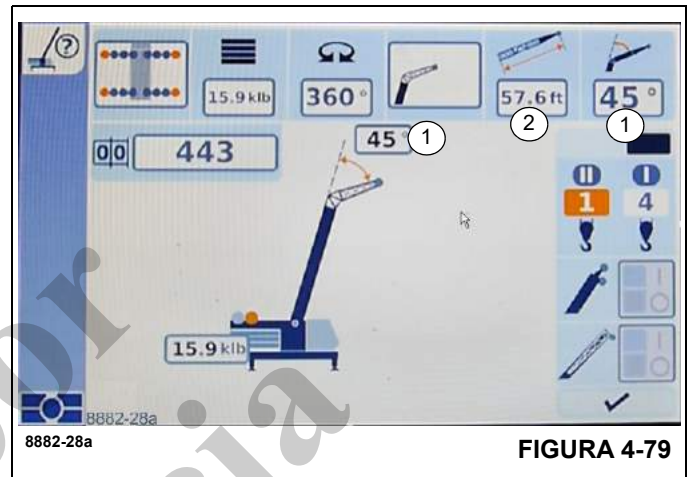

FIGURA 4-79
- **Elevación/bajada de la extensión de celosía:** Muestra el ángulo actual de la extensión de celosía (1), (Figura 4-79), con respecto a la pluma principal en grados.
sía que corresponde al código de RCL en grados (1), (Figura 4-79).
Muestra el largo actual de la extensión de celosía (2), (Figura 4-79), en metros (m) o en pies (ft).